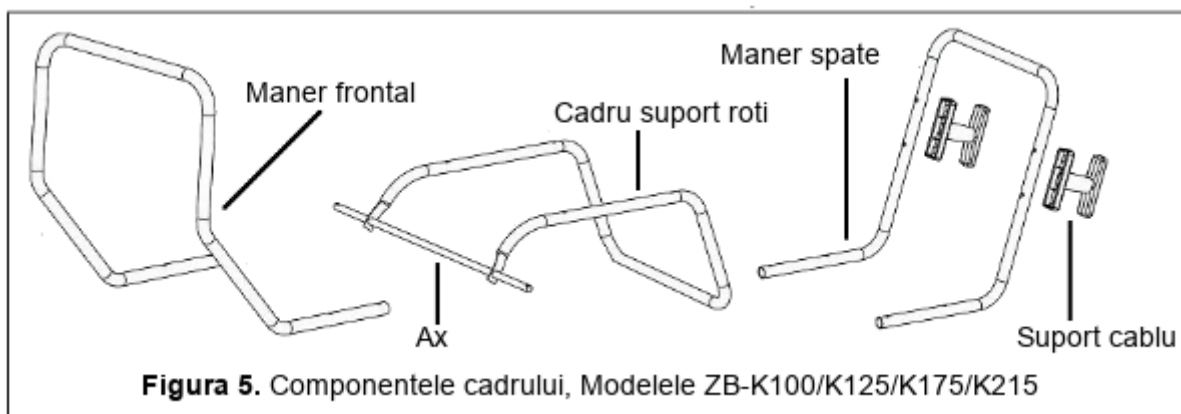

Figura 5. Componentele cadrului, Modelele ZB-K100/K125/K175/K215
1. Aliniati gaurile de la suport cu cele de pe maner din fata. Introduceti suruburile (A) si prindeti cu piulite, dupa care strangeti bine (a se vedea Figura 5).